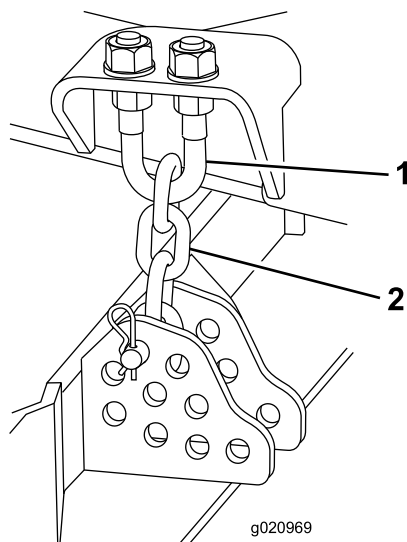

図 73
3. 刈高チェーンをカッティングユニット後部に固定しているヘアピンコッターとクレビスピンを取り外す 図 73。